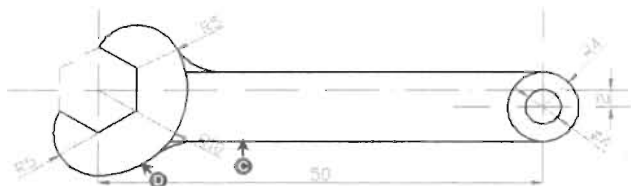

图 6-65
(4) 按空格键继续执行 FILLET 命令，对下面的直线和圆弧进行圆角，如图6-65所示，命令执行过程如下。